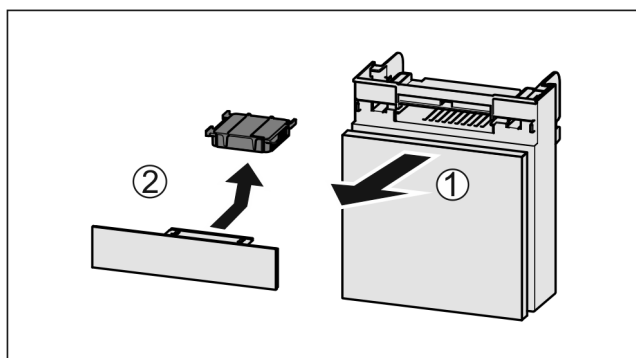

Fig. 47
- ▶ Zásuvku vytáhněte dopředu Fig. 47 (1).
- ▶ Filtr s aktivním uhlím vyjměte Fig. 47 (2).